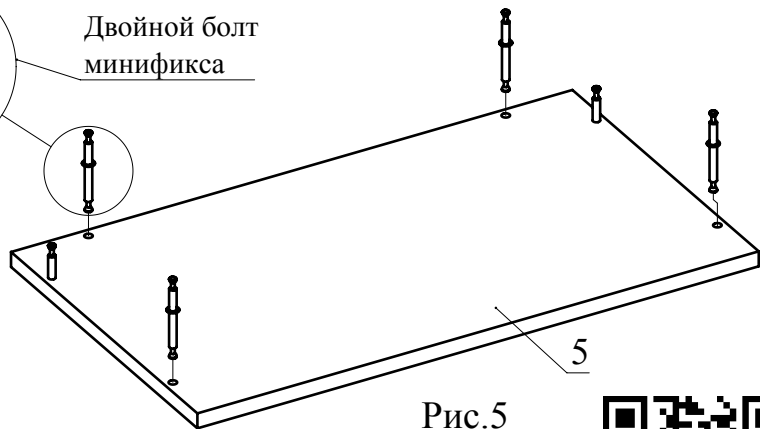

Рис.5
4. В сквозные плоскостные отверстия детали 5 установите двойной болт минификса (Рис. 5).